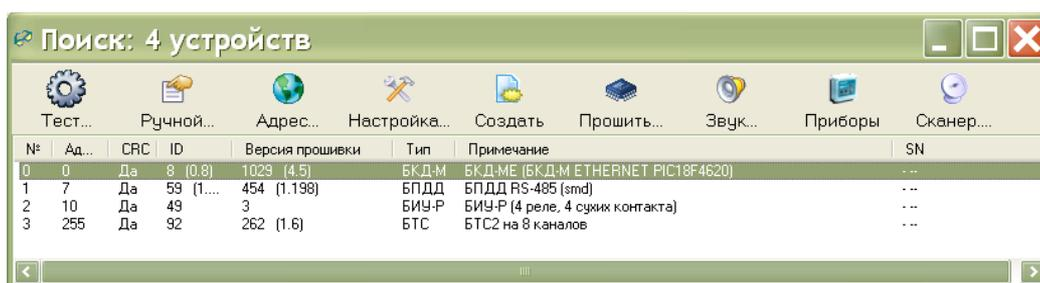

Рисунок 18 - Перечень найденных адресных блоков
6) После завершения процедуры поиска в окне «Поиск» выбрать строку с БКД-МЕ и нажать кнопку «Прошить» (рисунок 18).
БКД-МЕ выпускаются в нескольких аппаратных модификациях. Вид аппаратной модификации и программной версии определяется по полям «ID» и «Версия прошивки» в окне поиска (рисунок 18). Основные аппаратные разновидности разделяются по старшему байту «Версии прошивки». В настоящее время используются БКД-МЕ аппаратной версии 4 и 5. Эти версии несовместимы между собой по работе с интерфейсом Ethernet. Поэтому в случае «зашивки» в версию 4 обновления версии 5 (или в версию 5 обновления 4) интерфейс Ethernet перестанет работать, что приведет к невозможности обновления программного обеспечения через сеть. Проблема загрузки пользователем неправильного обновления решена только начиная с версий 4.7 (или 5.7) – эта версия поддерживает обновление по последовательному интерфейсу. Отличия программных версий приведены в таблице 10.
- 3) Выполнить поиск блоков в программе RASOS (рисунок 18).